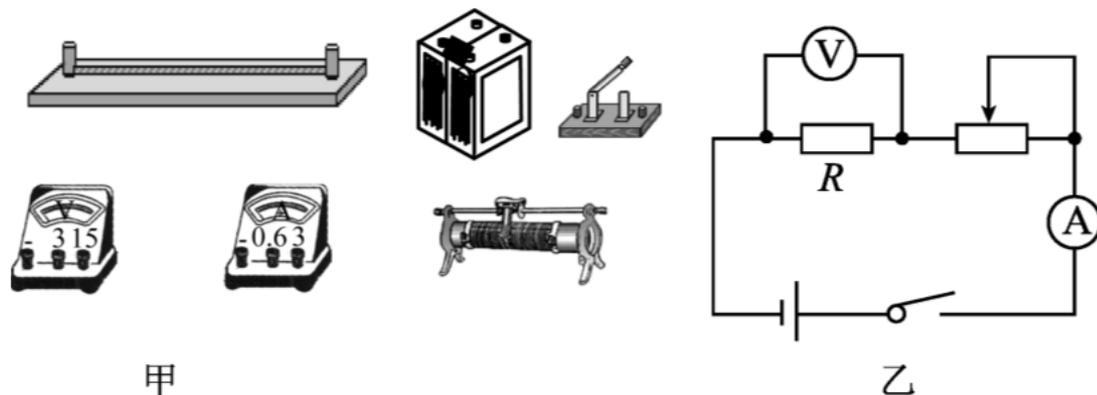

图 2-Z-22
(1)将实验仪器排列到适当(如图 2-Z-22 甲所示)的位置, 断开 开关, 连接电路. 实验电路如图 2-Z-22 乙所示.